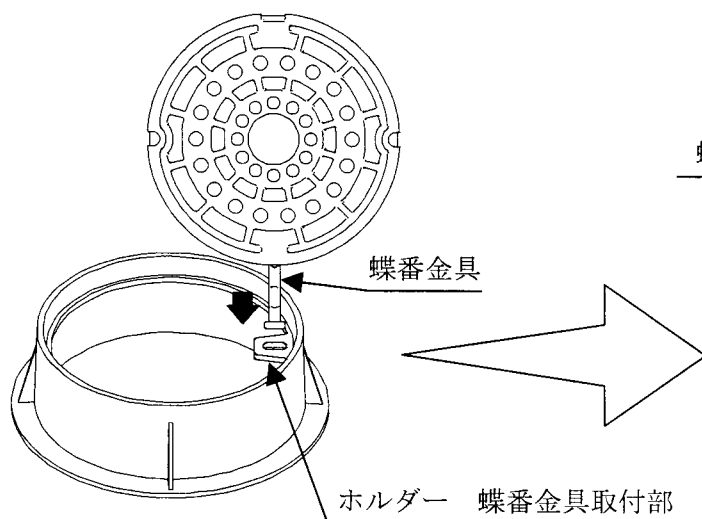

図 7
2. 蝶番金具の先端(T字形)を、ホルダー蝶番金具取付部の長穴に入れてください。(図7参照)